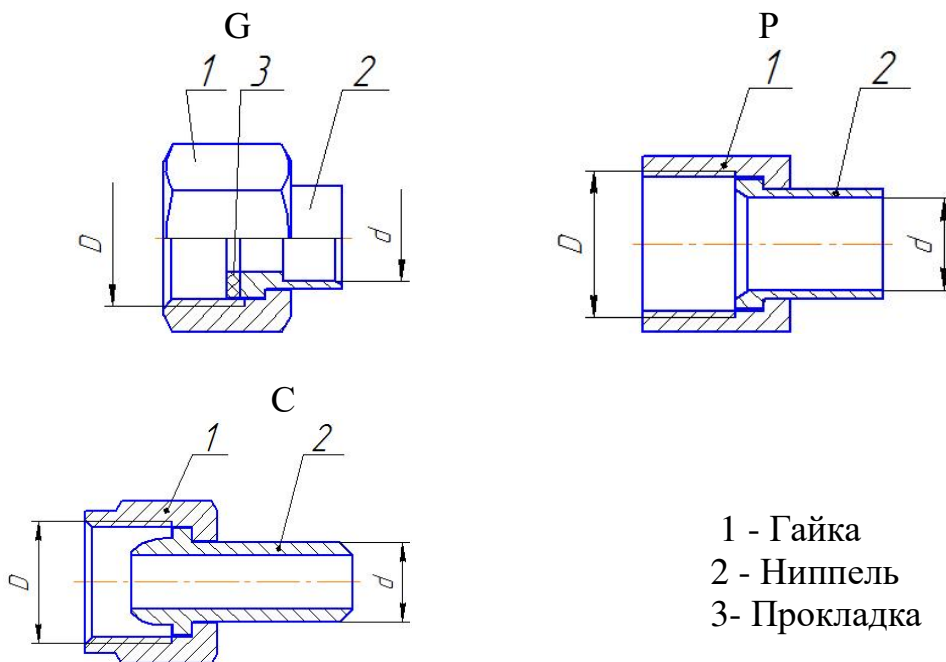

Рис.4 Монтажный комплект G, P, C
4.3 Клапан устанавливается в разрыв трубопровода при помощи монтажных комплектов (рис.4):